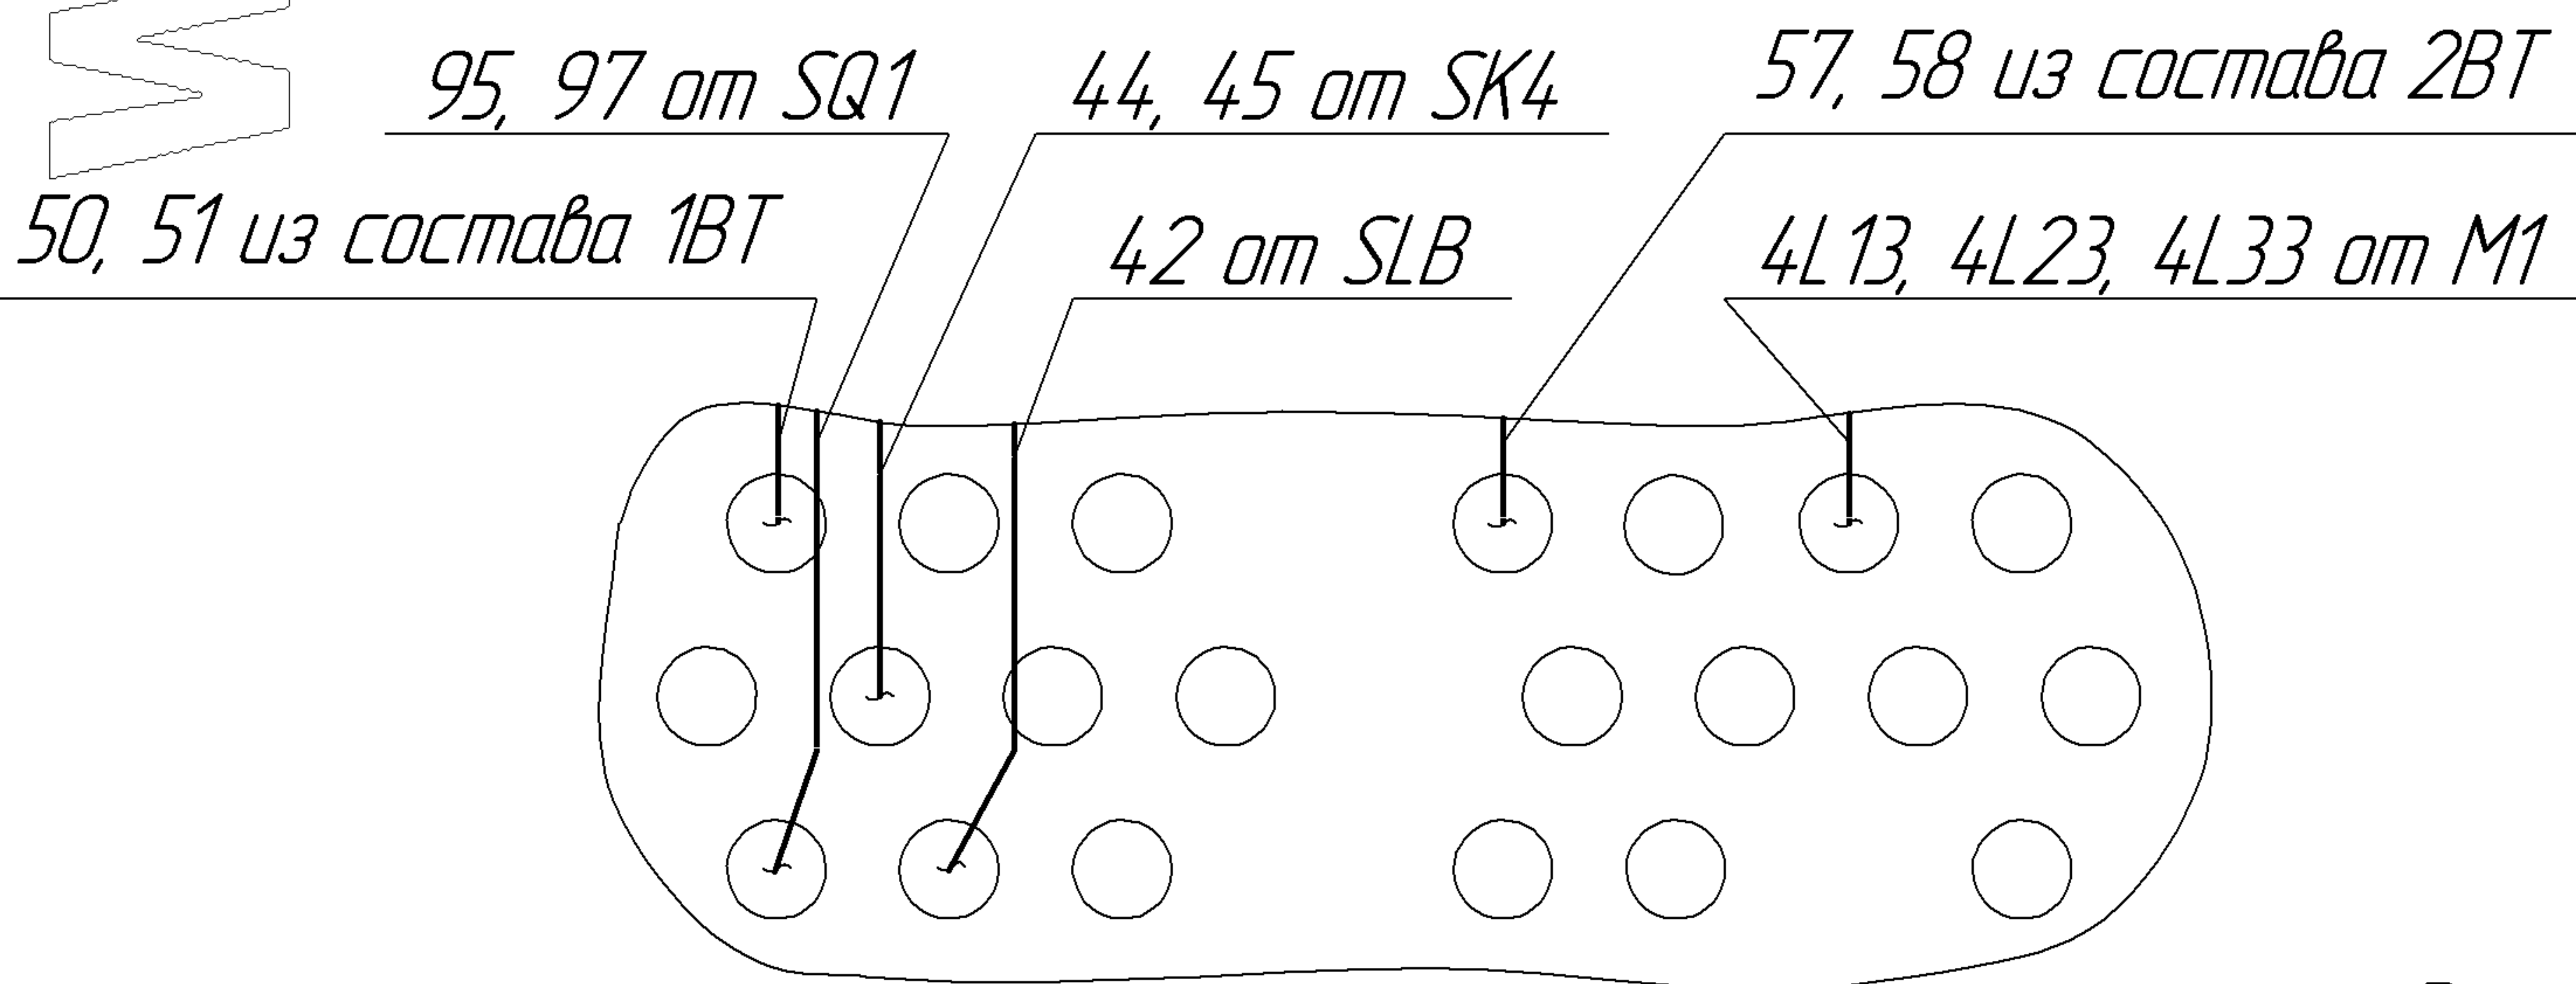

Рис. 38
**60.** Протянуть снизу внутрь левого электрошкафа, через уплотнения в дне, провода согласно рис. 38.